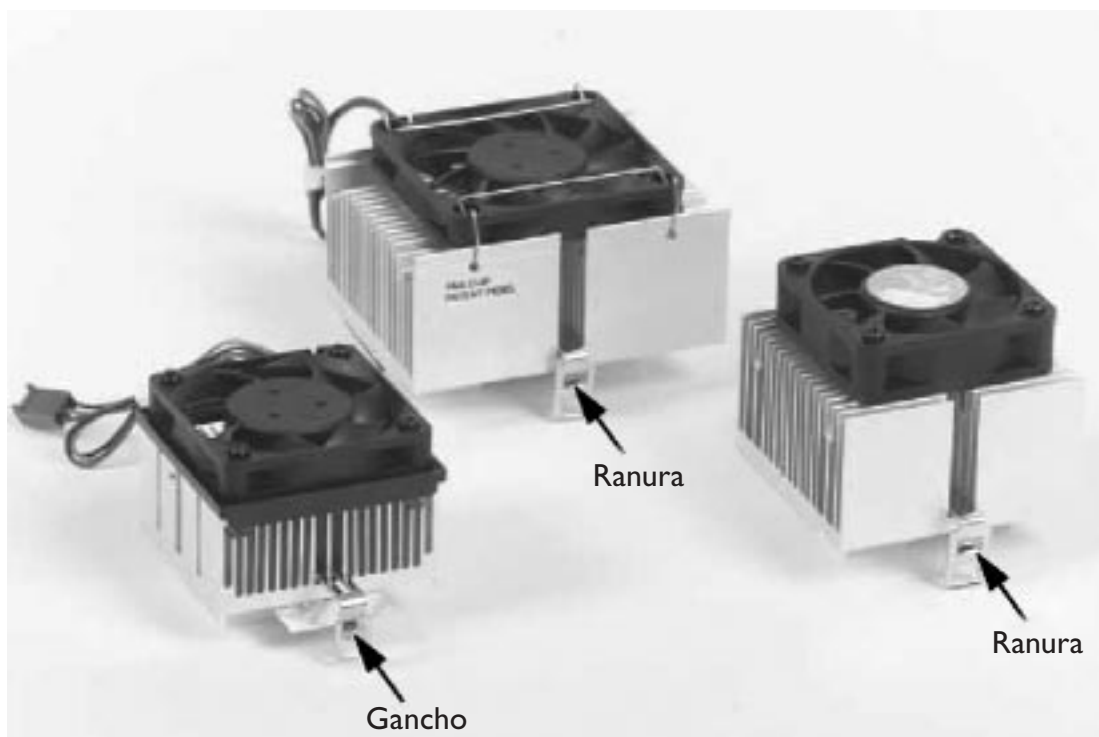

Figura 6. Ejemplos más comunes de disipadores de calor adecuados para la utilización con los Procesadores AMD Socket A.
6. La figura 6 es un ejemplo de muestra del montaje de un disipador de calor, que se emplea habitualmente en los procesadores AMD con socket. Observe que los diferentes montajes presentan variaciones en tamaño, densidad de las láminas y diseño del clip. La utilización del disipador de calor más adecuado vendrá determinada por:
Observe las dos clases diferentes de clips de sujeción que aparecen en los disipadores de calor de la figura 6. El que presenta un pequeño gancho, ha sido diseñado para su instalación con una llave de tuercas (parece un destornillador con un socket integrado). El clip de sujeción con los extremos ranurados está diseñado para ser presionado hacia abajo, con un destornillador introducido en la ranura.